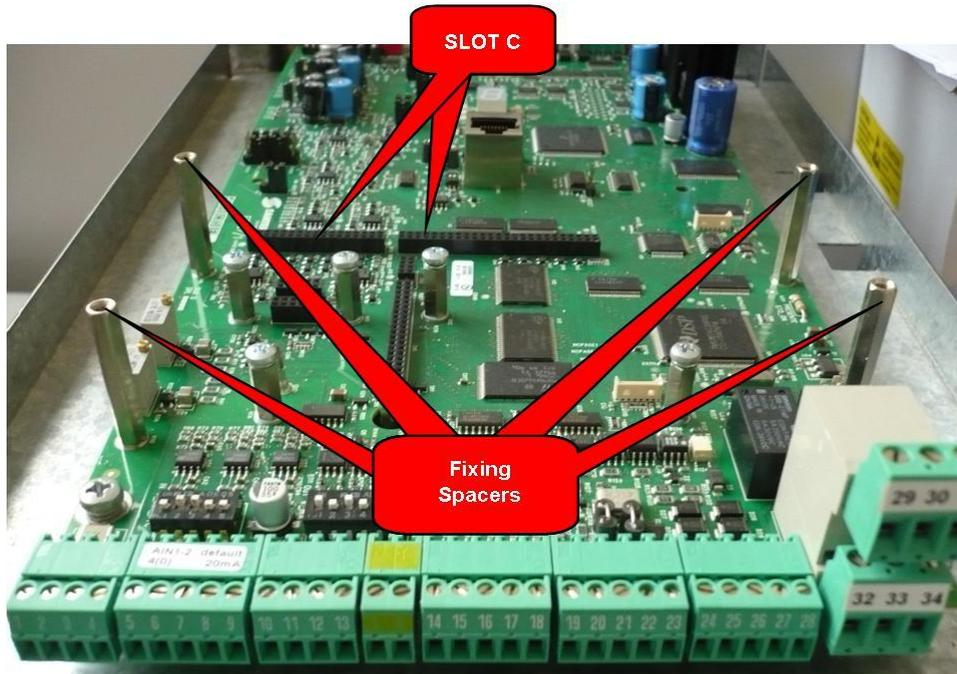

Figura 159: Posizione dello slot C all'interno del coperchio morsettiere Inverter
3. Rimuovere il coperchio di protezione della morsettiera dell'inverter agendo sulle due viti frontali nella parte bassa del coperchio. Risulta così accessibile lo slot C della scheda di controllo sul quale va installata la scheda ES966 come visibile in Figura 159.
4. Inserire la scheda nello slot C facendo attenzione ad allineare correttamente i pettini dei contatti con i due connettori dello slot C (CN7A e CN7B): si vedano la Figura 159, la Figura 160 e le seguenti. Se la scheda è correttamente installata si ha l'allineamento tra i quattro fori di fissaggio e le corrispondenti sedi delle viti delle colonnette metalliche di supporto. Dopo aver controllato il corretto allineamento serrare le quattro viti di fissaggio della scheda come mostrato nella Figura 161.